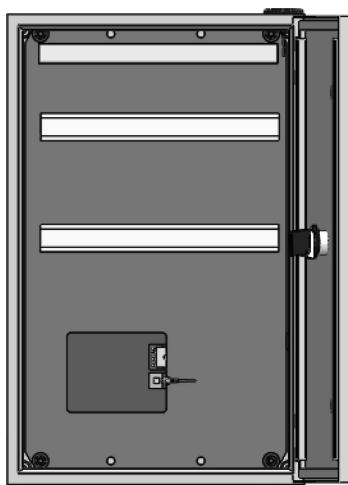

图11-18 添加导轨
**步骤3 添加导轨** 插入两个导轨 009213，如图 11-18 所示，指定长度为 12in。